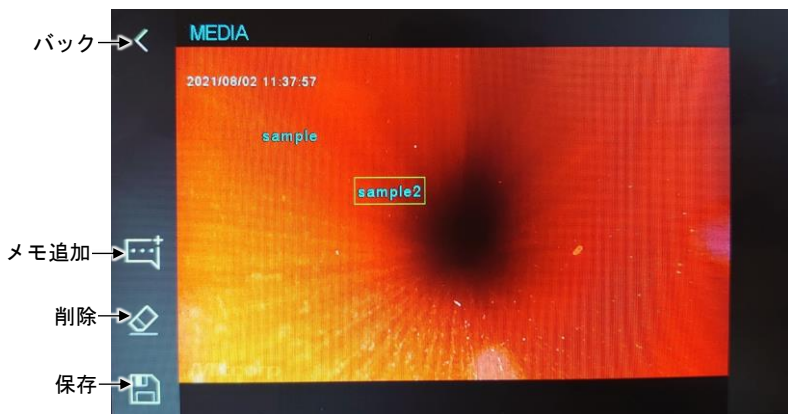

図 17
3. さらにメモを追加するにはメモ追加アイコンを再度押してください(図 17)。
4. メモを移動するには、記載したメモを押すと緑枠が表示され、(図 17) 緑枠が表示されたメモを押しながら静止画内の任意の位置に移動してください。